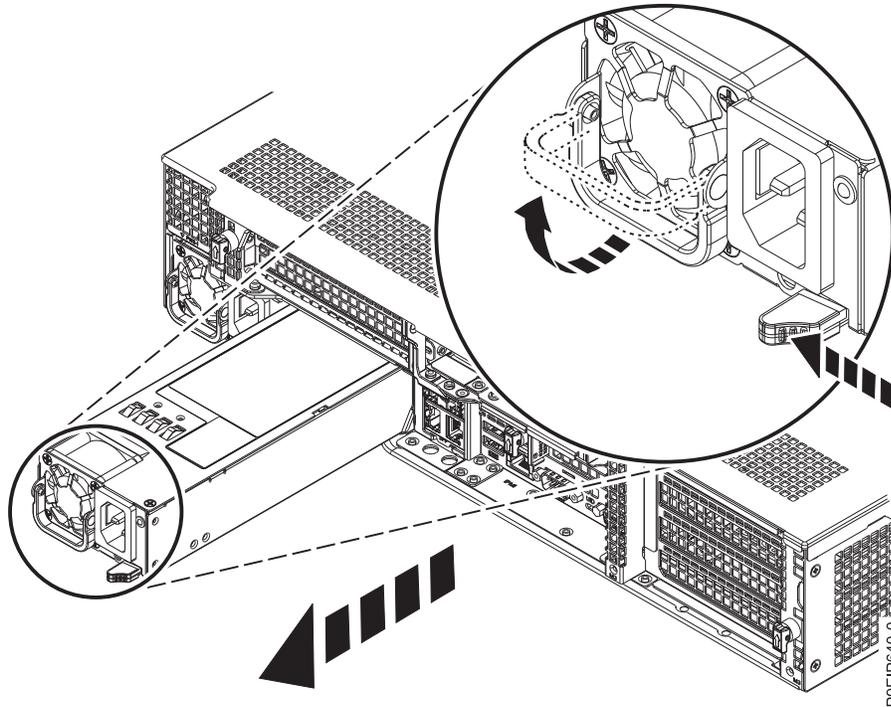

Figura 61. Extracción de una fuente de alimentación del sistema
- a. Para desenganchar la fuente de alimentación de su posición en el sistema, presione la pestaña de sujeción hacia la izquierda, como se muestra en la Figura 61 en la página 57.